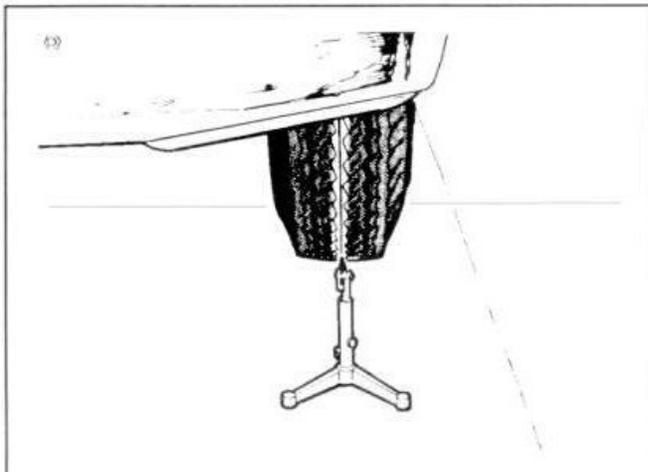

FIG. 2 TRACER UNE LIGNE FINE SUR LE TRAIT
5. A l'aide d'une pointe fixe tracer une ligne fine sur la trace faite auparavant (fig. 2).